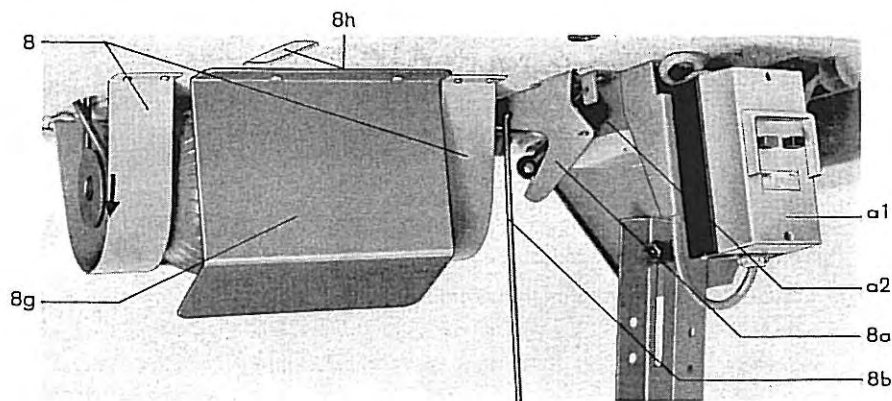

Abb. 5a
Das im Beipack befindliche Schutzblech 8g gemäß der Abbildung 5a direkt hinter dem Langloch 8h parallel zum Motor unter der Tischplatte befestigen. Bereits ausgelieferte Maschinen können nachträglich mit dem Schutzblech ausgestattet werden. Es ist unter der Bestell-Nr. 55710102 vom Werk zu beziehen.
4. Den Motor gemäß Schaltbild (Abb. 4 a) im Motorklemmkasten anklemmen. Die Drehrichtung des Motors ist durch den Pfeil in Abbildung 5a